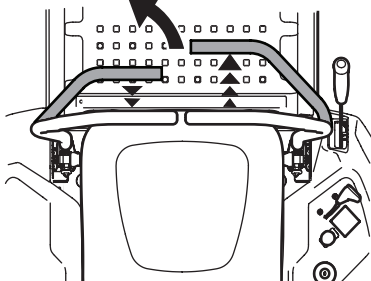

Figure 29
1. Pour tourner à gauche, tirez la barre de conduite gauche vers vous et poussez la barre de conduite droite vers l'avant (Figure 29).